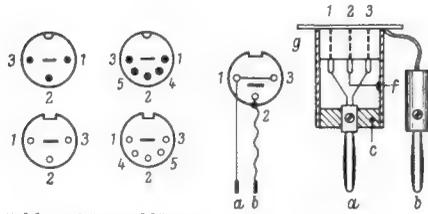
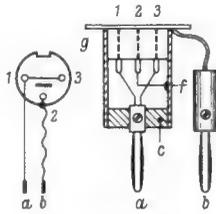
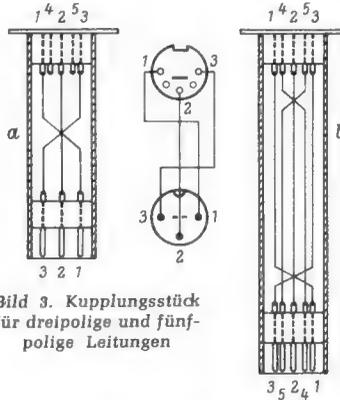
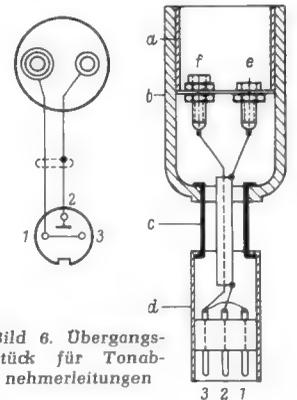

Bild 1. Lötanschlüsse bei Dioden-Normsteckern und Buchsen
Bild 2. Übergangsstück Diodenbuchse auf Bananenstecker
Bild 3. Kupplungsstück für dreipolige und fünfpolige Leitungen
Bild 6. Übergangsstück für Tonabnehmerleitungen
Zweckmäßig erregt man mit dem Impuls ein Relais, dessen Kontakte dann die gewünschten Funktionen auslösen. Die Standardschaltung hierzu zeigt Bild 2. Die in jedem Gerät vorhandene Endstufe wird über einen fest eingestellten Pegelregler auf den Ausgang des Wiedergabeverstärkers geschaltet. Parallel zum Ausgangsübertrager liegt über einen Trennkondensator ein Brückengleichrichter mit einem Ladekondensator und der Relaiswicklung. Etwaige Entzerrnetzwerke vor dem Gitter müssen vom Pegelregler umgangen werden. Der Übertrager ist mit dem Kondensator C_p auf eine von den Geräteeigenschaften abhängige Frequenz abgestimmt; infolge der starken Dämpfung ist die Resonanzkurve sehr breit. Diese Maßnahme ist grundsätzlich zu empfehlen. Um eine möglichst hohe Markierungsspannung zu erhalten, wird man den Abtastabstand nicht größer als unbedingt nötig wählen. Man macht nun zusätzlich von der unter Punkt 3 beschriebenen Möglichkeit der frequenzabhängigen Trennung Gebrauch und berücksichtigt bei der Festlegung von f_M möglichst auch die Formel (1).
Bild 2. Standardschaltung der Endstufe zur Impulsabfrage. L ist der normale Lautstärkeregel, V ein Pegelregler, mit dem der Relais-Ansprechpegel eingestellt wird. Die übrige Schaltung bis zum Hörkopf bleibt unverändert. Im allgemeinen muß lediglich dafür gesorgt werden, daß im Suchlauf der erforderliche Band - Kopf - Abstand eingehalten wird
Bei dieser Bemessung kann der Kondensator C_k unter Umständen weggelassen werden. Der Ladekondensator C_L dient mehreren Zwecken: er verhindert Flattern des Relais bei tiefen Frequenzen trotz der Frequenzverdopplung durch den Brückengleichrichter; er bringt eine Anzug- und Abfallverzögerung, die das Ansprechen bei Störimpulsen kurzer Dauer, bei Knackgeräuschen usw. verhüten soll. Bild 3 zeigt die nach dieser Schaltung gewonnene Relais-Gleichspannung.
Bild 3. Verlauf der Relaisgleichspannung in einer Schaltung nach Bild 2, jedoch mit $\alpha = 2,5$ mm. Die Unterdrückung der Wellenlänge $8,3$ mm (≈ 30 Hz) gegenüber der Wellenlänge 19 mm der Markierungsfrequenz 10 Hz beträgt etwa 17 dB. Der gegen Bild 1 steilere Verlauf rührt im wesentlichen vom vergrößerten Abstand her, zum kleinen Teil wirken sich die Abstimmung des Ausgangsübertragers und die Gleichrichtercharakteristik aus.
Rechts: Bild 4. Die einfachste Vorwahlschaltung. Der Magnet M des Schrittschaltwerkes Sch wird vom Impulsrelais I aus Bild 2 erregt. Das Relais A zieht nach Erreichen der vorgewählten Impulszahl an; seine Kontakte setzen entweder das Gerät +U still oder leiten automatische Wiedergabe ein
Zunächst noch einen Rat an alle Amateure, die sich nicht oft mit Löt- und Schaltarbeiten befassen: Zeichnet vor dem Beginn die zu verdrahtende Schaltung nochmals mit Bleistift auf und vergleicht sie mit dem Original. Dann ist zu prüfen, ob der LötKolben wirklich heiß und gut verzinkt ist. Dann die Lötstellen für sich verzinnen... und dann erst anlöten! Nach dem Löten ist die fertige Verbindung auf der Bleistift-Skizze mit Farbstift nachzuziehen, so daß man jederzeit sehen kann, was fertig ist oder was noch fehlt. Zu beachten ist ferner, daß die Lötanschlüsse bei Normbuchse und Normstecker seitenverkehrt liegen (Bild 1); Leitungen nicht zu kurz abschneiden, denn kürzen kann man immer noch! Bei Abschirmgeflechten darauf achten, daß abspreizende Drähtchen keine Kurzschlüsse bilden! Bei den winzigen Lötflächen oder Lötstiften darauf achten, daß kein Lötzinn überläuft oder zu große Lötspitzen die Metallhülsen berühren. Wenn möglich, sind dünne Isolierfolien (Plastikmaterial) zwischen den Gefahrenstellen anzubringen! Da die fünfpoligen Buchsen auch zu den dreipoligen Steckern passen, ist es ratsam, einheitlich fünfpolige Buchsen zu verwenden.
Zunächst benötigt man Leitungen für den Übergang vom Normstecker auf Geräte mit den alten Telefonbuchsen und umgekehrt. Als Abschirmhülsen hierfür besorge man sich dünnwandige Messinghülsen, wie sie in Geschäften für Angelsport-Bedarf zu erhalten sind. Man preßt nach Bild 2 auf einer Seite die Normbuchse ein und führt durch einen Schlitz die Litze für den Bananenstecker heraus. Sie wird mit Stift 2 der Normbuchse und dem Gehäuse (Punkt f) gut verlötet.
Ähnlich ist der Aufbau der Kupplungsstücke nach Bild 3. Hierbei ist zu beachten, daß die Leitungen im Innern der Abschirmhülse lang genug sein müssen und zuerst an die Lötflächen der Buchsenteile zu löten
Ein weiteres Übergangsstück, ähnlich dem in Bild 2, aber Stecker- und Kupplungsteil vertauscht, ist in Bild 6 dargestellt. Es dient zum abgeschirmten Anschließen von Tonabnehmerschnüren vom Plattenspieler oder
Bild 14. Zwischen- und Übergangsstücke; a = Übergangsstück nach Bild 6, b = Zwischenstück (flexibel) nach Bild 5, c und d = Übergangsstücke nach Bild 3, e = Zwischenstück nach Bild 5, f = T-Verteiler nach Bild 4, g = Fernschaltstecker für Saba-Tonbandgeräte, h = Übergangsstück nach Bild 2, i = Überspielleitung vom Fernseh- oder Rundfunkgerät mit 5...10-Ω-Ausgang auf Tonbandgerät